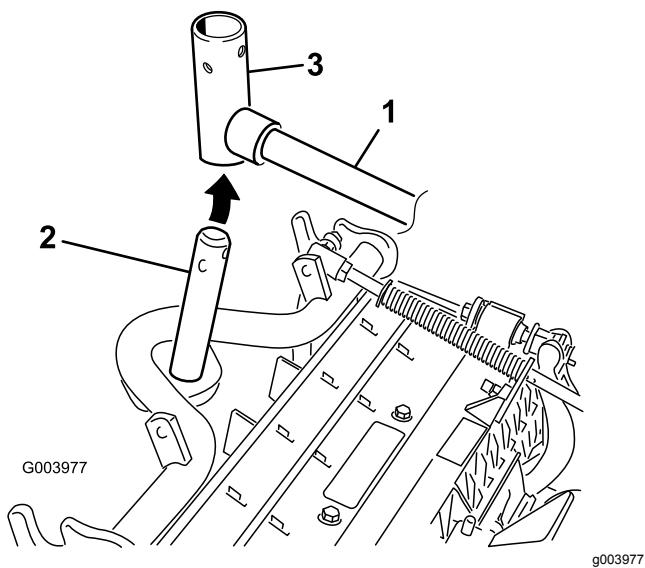

図 10
8. フロントに取り付けるカッティングユニットは、昇降アームの下に入れるときにキャリアフレームのシャフトを昇降アームのピボットヨークに挿入する図 10。
B. 昇降アームのヨークをキャリアフレームのシャフトに通す 図 10。